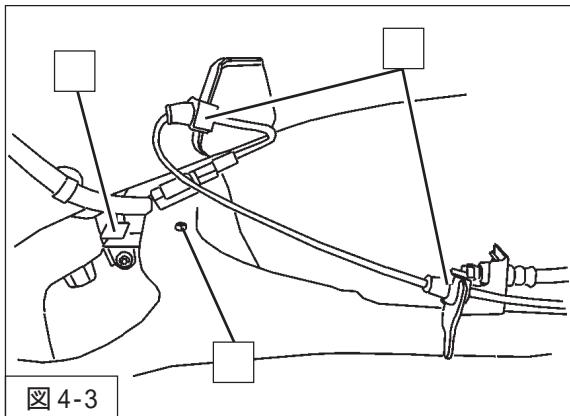

図4-3
5. ワイヤガイドラバーのクリップ(2ヶ所)を取付けてください。(図4-3)
リアヘッドライトアジャスタセンサーを取付けてください。(図4-3)